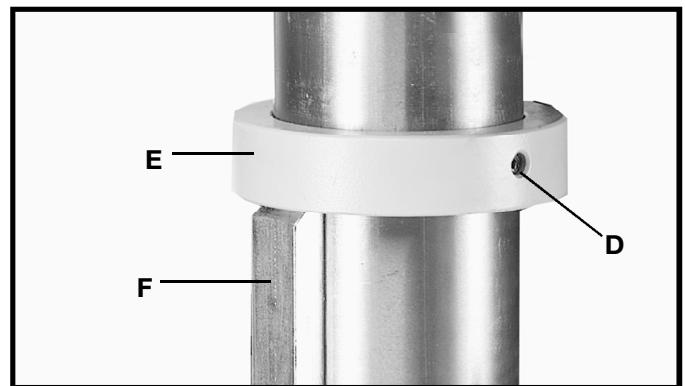

Fig. 9
5. Réassembler l'anneau (E, fig. 9) déposé à L'ÉTAPE 1. **IMPORTANT** : la partie inférieure de l'anneau (E) **NE DOIT PAS** être enfoncé complètement jusqu'à atteindre le dessus de la crémaillère (F). S' **ASSURER** que la partie supérieure de la crémaillère (F) est sous la surface inférieure de l'anneau (E) et qu'il y a assez de dégagement pour permettre à la crémaillère (F) de tourner autour de la colonne. **PUIS SERRER LA VIS DE CALAGE (D), Veuillez à NE PAS TROP SERRER.**